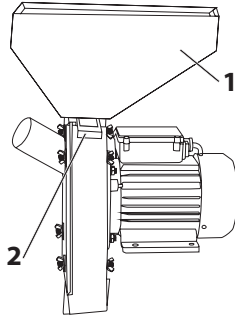

Рис. 8
- Установите загрузочный бункер (1) на корпус дробильного барабана (2). Убедитесь, что шесть отверстий и корпус совмещены на одной линии (Рис. 8).